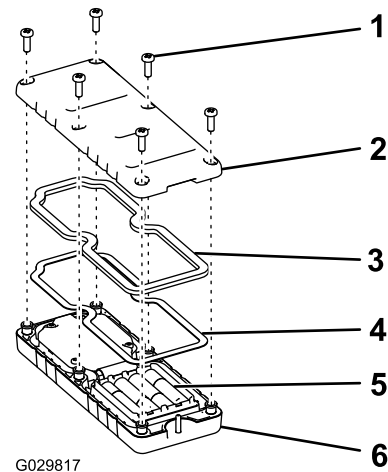

Figure 8
2. Placez chaque pile dans un des emplacements du logement en respectant la polarité (Figure 8).
3. Veillez à bien engager le joint en acier et le joint en caoutchouc dans la gorge de la télécommande puis remettez le couvercle arrière en place (Figure 8).
4. Fixez le couvercle avec 6 vis (Figure 8) serrées à un couple de 1,5 à 1,7 N m (13 à 15 po-lb).